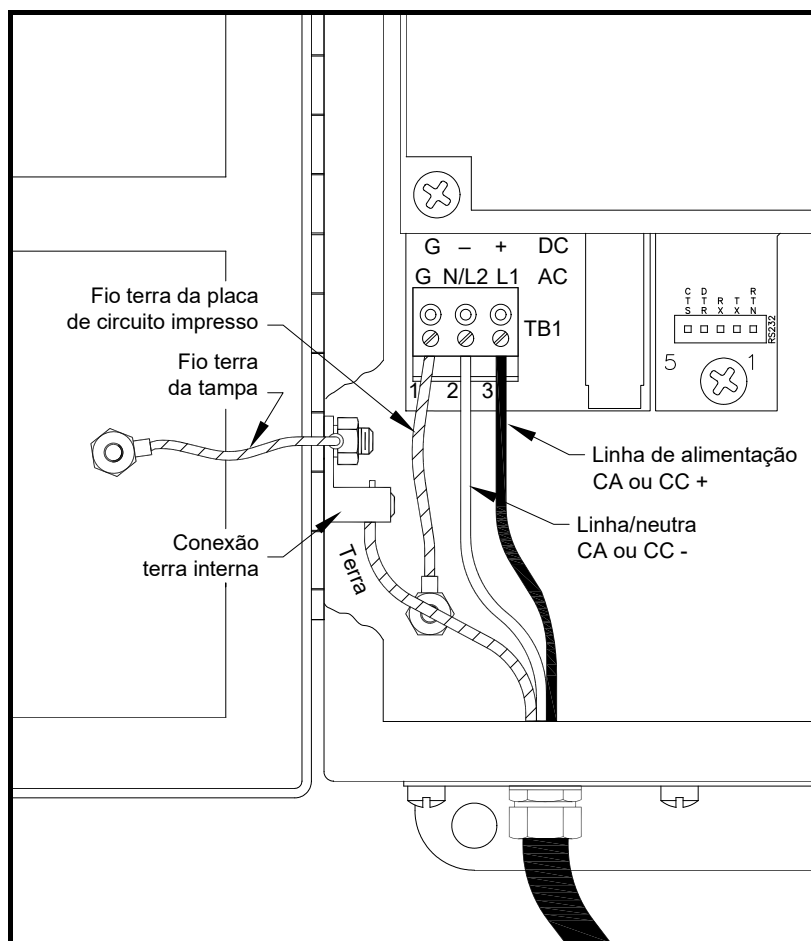

Figura 1-3: Conectando a linha de alimentação
Consulte a Figura 1-3 na página 7 ou a Figura 1-9 na página 15 para localizar o bloco terminal TBI e conectar a linha de alimentação como segue:
- 3.** Conecte o fio terra à conexão terra interna localizada no painel lateral do gabinete (consulte a Figura 1-3 abaixo).
- 4.** Conecte o cabo de linha ou neutro (ou o cabo de alimentação -CC negativo) ao TBI-2 e o cabo de alimentação de linha (ou o cabo de alimentação +CC positivo) ao TBI-3 como mostrado na Figura 1-3 abaixo.